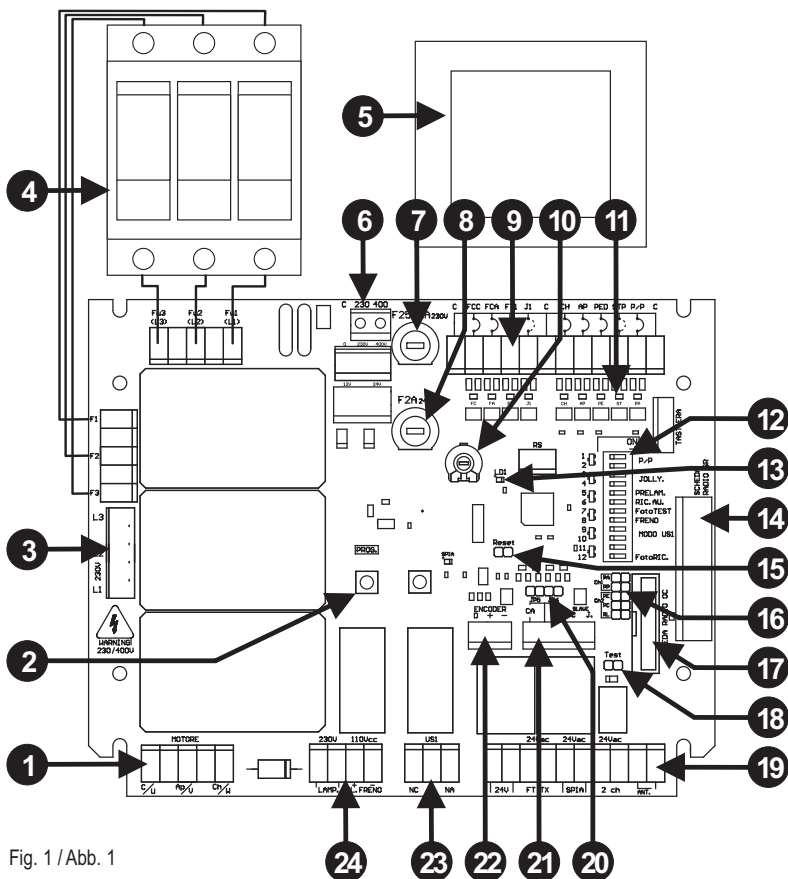

Fig. 1 / Abb. 1
- 4,5,6) Alimente la central, manteniendo pulsado el botón PROG./STOP (detalle 6 de fig. 1) durante 3 segundos como mínimo. Se encenderá el led de programación L1. La misma función puede ejecutarse
pulsado el botón PROG./STOP, cortocircuitando por un instante los contactos de reajuste (detalle 15 de fig. 1) y soltando el botón PROG./STOP cuando se encienda el led L1.
- 4,5,6) Alimente la central, manteniendo pulsado el botón PROG./STOP (detalle 6 de fig. 1) durante 3 segundos como mínimo. Se encenderá el led de programación L1. La misma función puede ejecutarse manteniendo pulsado el botón PROG./STOP, cortocircuitando por un instante los contactos de reajuste (detalle 15 de fig. 1) y soltando el botón PROG./STOP cuando se encienda el led L1.
- 3,4,5) Alimente la central, manteniendo pulsado el botón PROG./STOP (detalle 6 de fig. 1) durante 3 segundos como mínimo. Se encenderá el led de programación L1. La misma función puede ejecutarse manteniendo pulsado el botón PROG./STOP, cortocircuitando por un instante los contactos de reajuste (detalle 15 de fig. 1) y soltando el botón PROG./STOP cuando se encienda el led L1.
Las diferentes opciones descritas se seleccionan con el dip-switch funciones (detalle 11 de fig.1)
- 2) Efectuar un reset desconectando y conectando de nuevo la alimentación a la unidad central o cortocircuitando durante pocos segundos los pin de RESET (detalle 15 de la fig. 1). La tecla PROG./STOP tiene que mantenerse todavía pulsada.
- With the photo test enabled and the control unit in standby, the photocell transmitters are not powered and the FT1 input is open (LED off). Operation of the photocells may still be checked in this condition by short-circuiting the test jumper (part.18 di Fig 1).
USING THE OC2 RECEIVER (det. 17 fig. 1)